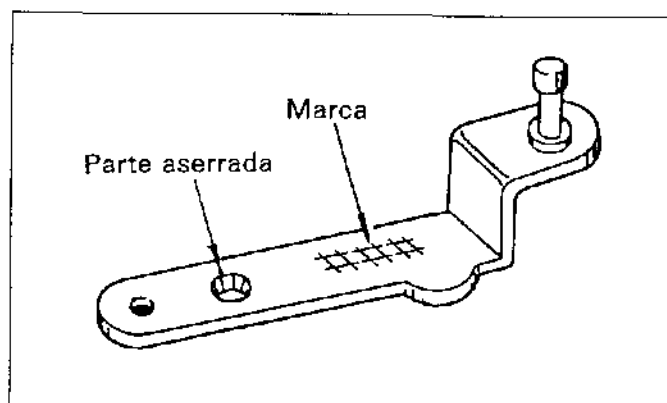

Figura.14-55 Tipo palanca simple
Mida la dimensión "L" usando un juego de calibradores como se muestra en la figura.14-55. Si la dimensión "L" medida está fuera del límite dado en las especificaciones de prueba, mueva el eje del regulador para ajustar la dimensión.
2) Hay un número de tres dígitos marcado en la palanca de ajuste. (Vea la figura.14-55)